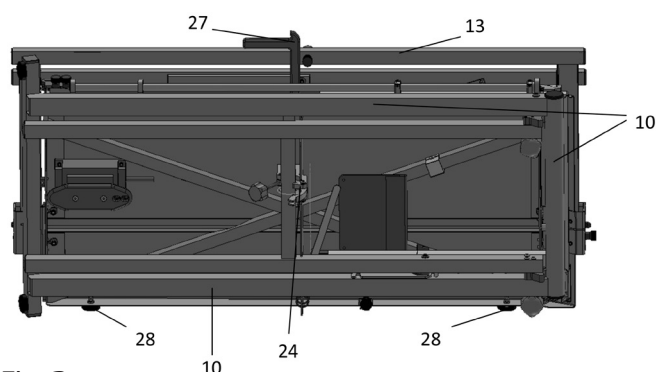
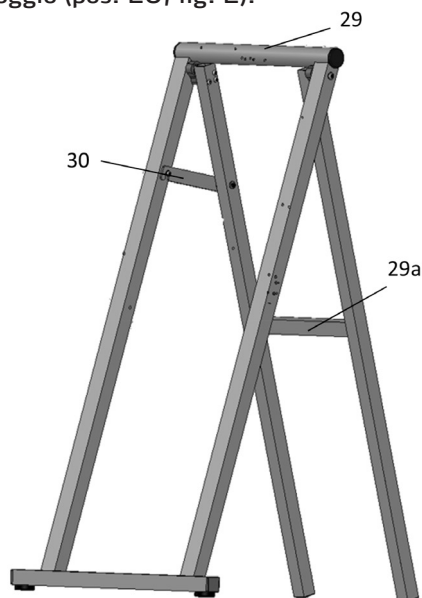
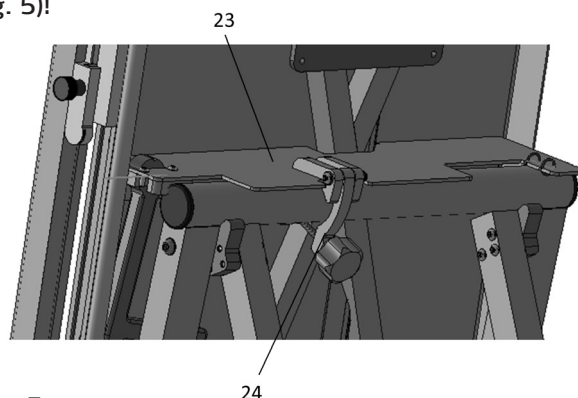

Fig. 3
Fig. 4
Fig. 5
Non prendere il dispositivo dal cofanetto tenendolo dall' archetto per taglio (pos.13, fig. 3). Estrarre il manico (pos. 27, fig. 3) e quindi sollevare il dispositivo. Posizionare il dispositivo, così come prelevato dal cofanetto, sui piedini di gomma (pos.. 28, fig. 3) sul lato longitudinale.
Aprire la graffetta di fissaggio per il piede di appoggio (pos. 24, fig. 3) e staccarla dal dispositivo. Posizionare il piede di appoggio come indicato nella fig. 4 e fissare l'arresto di sicurezza (30).
Sollevare ProCut top al manico (pos. 27, fig. 3) e alla piastra di base (pos. 1 fig. 1) e posizionarlo con alloggiamento per il piede di appoggio (pos. 23, fig. 5) centralmente sul piano di appoggio per ProCut top (pos. 29, fig. 4)
Il trasformatore con riavvolgimento cavo (pos. 26, fig. 2) si appoggia sul piano di appoggio per il trasformatore con avvolgicavo (pos. 29a, fig. 4). Infine, fissare il dispositivo sul telaio di supporto con la graffetta di fissaggio per il piede di appoggio (pos. 24, fig. 5). In questa posizione il dispositivo si lascia impiegare libero stante.
Aprire chiavistello di sicurezza (pos. 30, fig. 4) al piede di appoggio / montante libero (fig. 4) e piegare il piede di appoggio.
ProCut top può essere appeso con alloggiamento per piede di appoggio / montante libero (pos. 23, fig. 5) sulla parte posteriore dell'impalcatura di lavoro.
Fissare assolutamente il dispositivo tramite graffetta di fissaggio per piede di appoggio / montante libero (pos. 24, fig. 5)!